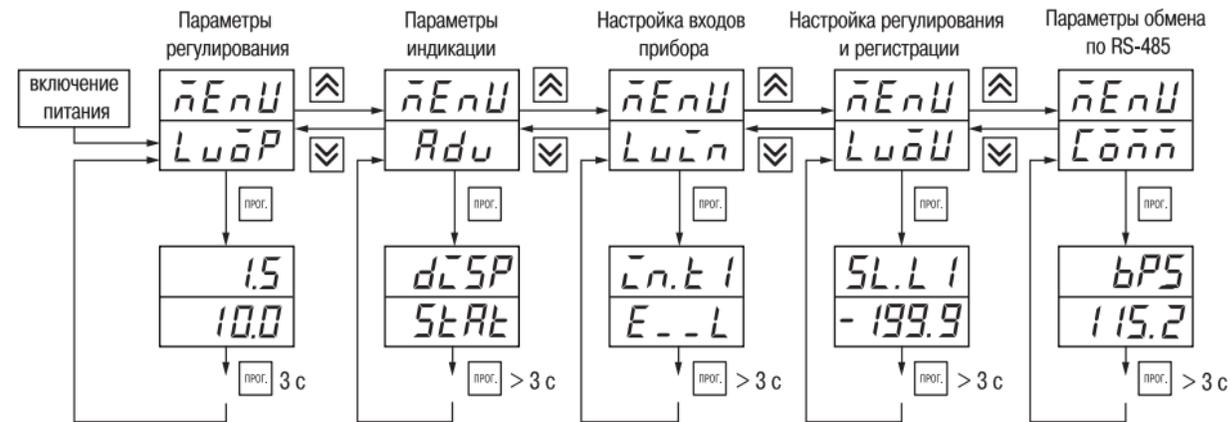

Рис. 22
7.1.2. Основные параметры прибора TPM202 объединены в 5 групп *LuōP*, *Rdu*, *LuĀn*, *LuōU* и *Āōññ*, составляющие меню прибора (рис. 22). Полный список программируемых параметров приведен в Прил. Б.